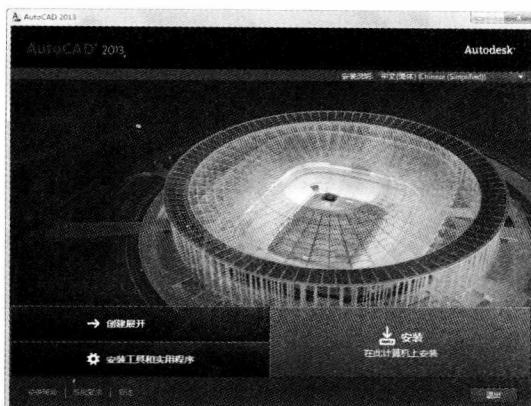

图1-2 选择在此计算机上安装
❷ **02** 在初始化完毕后，弹出AutoCAD 2013安装界面，单击“安装”按钮，如图1-2所示。